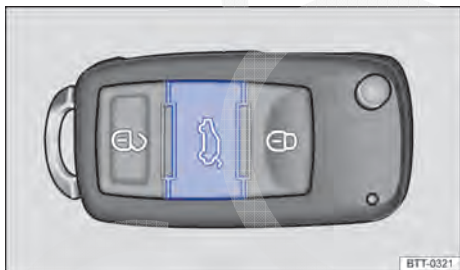

Fig. 27 Na chave do veículo: botão de destravamento da tampa traseira.
- Se caso o veículo encontrar-se travado, apertar o botão na chave do veículo com comando remoto → Fig. 27 (seta) por aproximadamente um segundo para destravar a tampa traseira.